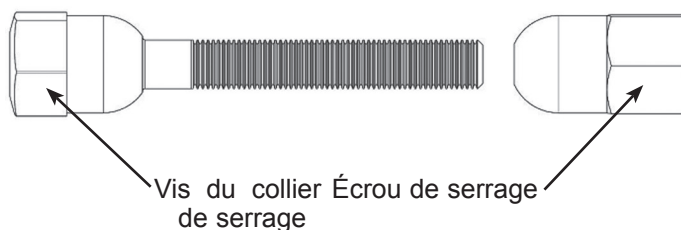

Figure 6
3. Insérez la vis du collier de serrage dans les extrémités du collier et vissez l'écrou sur la vis, le côté arrondi de l'écrou (Fig. 6) tourné vers les extrémités du collier de serrage.